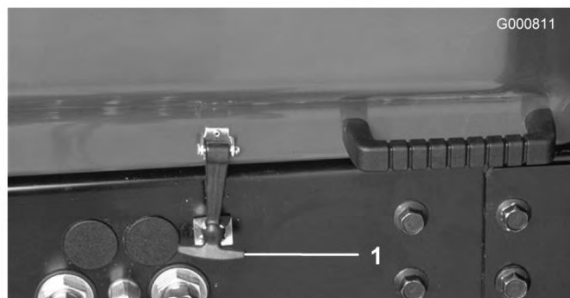

図 29
1. 平らな場所に駐車する。ラッチ (図 29) を外し、フードを持ち上げる。